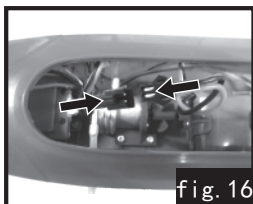

fig. 16
14. Connecter le tuyau d'eau en plastique au tube de refroidissement du moteur, fig.14. 15. installer le couvercle de protection du moteur et le fixer sur le siège à l'aide de 2 vis, fig.15. 16. connecter le fil du moteur à la batterie, fig.16.